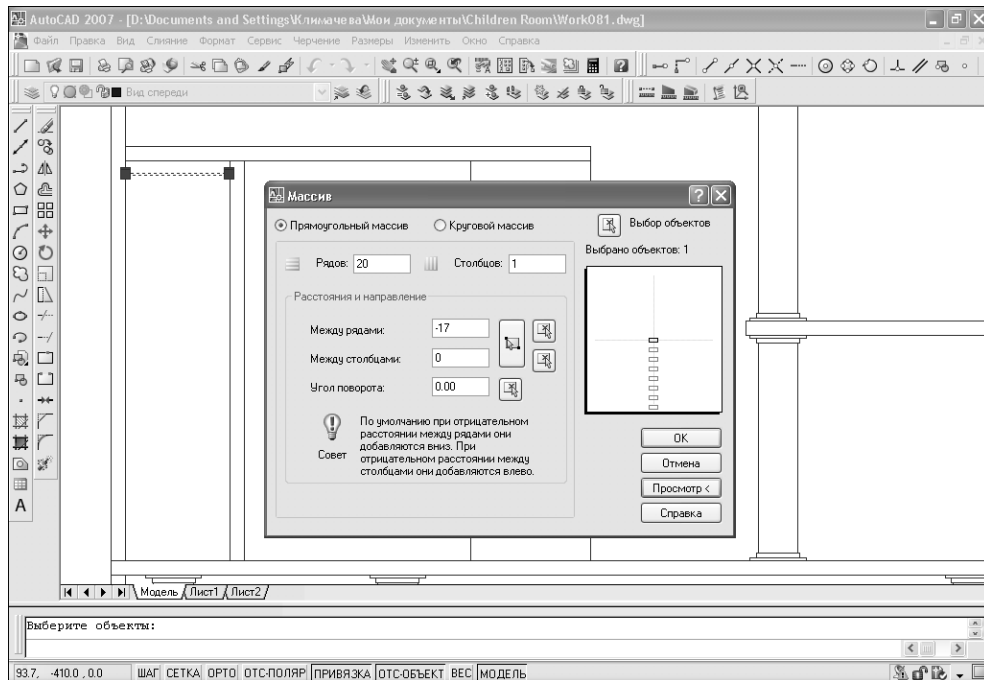

Рис. 8.34 ▼ Диалоговое окно **Массив** (Array) с настроенными параметрами массива
- Запустите инструмент **Массив** (Array), щелкнув на кнопке  **Массив** (Array) панели инструментов **Изменить** (Modify), выбрав из меню команду **Изменить** ⇒ **Массив** (Modify ⇒ Array) либо введя в командном окне команду **Массив** (ARRAY) или просто **mc** (AR).
- Щелкните на кнопке **Выбор объектов** (Select objects) и выберите прямоугольник, представляющий на чертеже полочку левой стойки компакт-дисков. После этого в диалоговом окне **Массив** (Array) станет доступной кнопка **Просмотр** (Preview) (рис. 8.34).